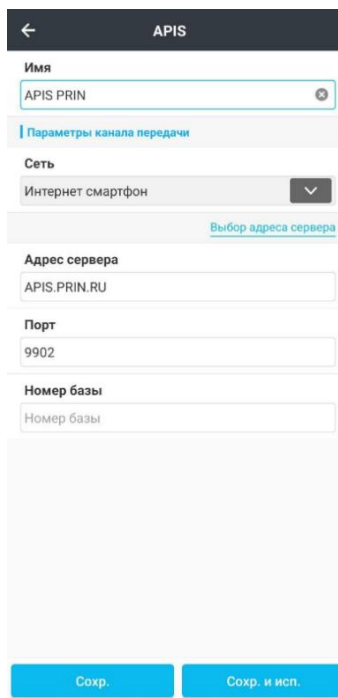

Рисунок 5.2.19
8. В конце нажмите **Сохранить** или **Сохранить и использовать** (Рисунок 5.2.19).